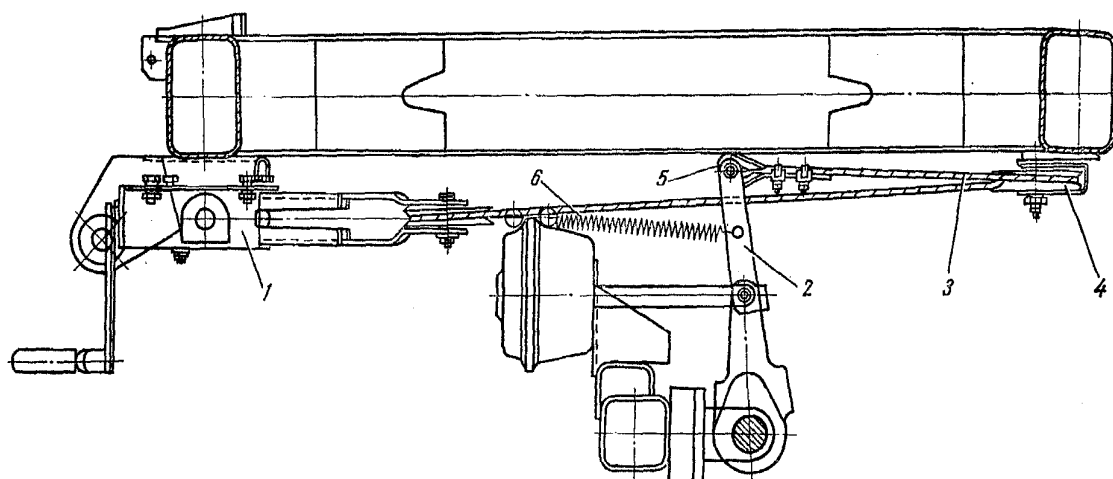

Рис. 16. Привод стояночного тормоза:
4.8. Стояночная тормозная система. Стояночная тормозная система предназначена для затормаживания прицепа на стоянке. Привод ручной, механический. Основными частями привода являются натяжной механизм 1, установленный на передней поперечине рамы поворотной тележки, трос 3, возвратные пружины 6, направляющие ролики 4, рычаги (рис.16).